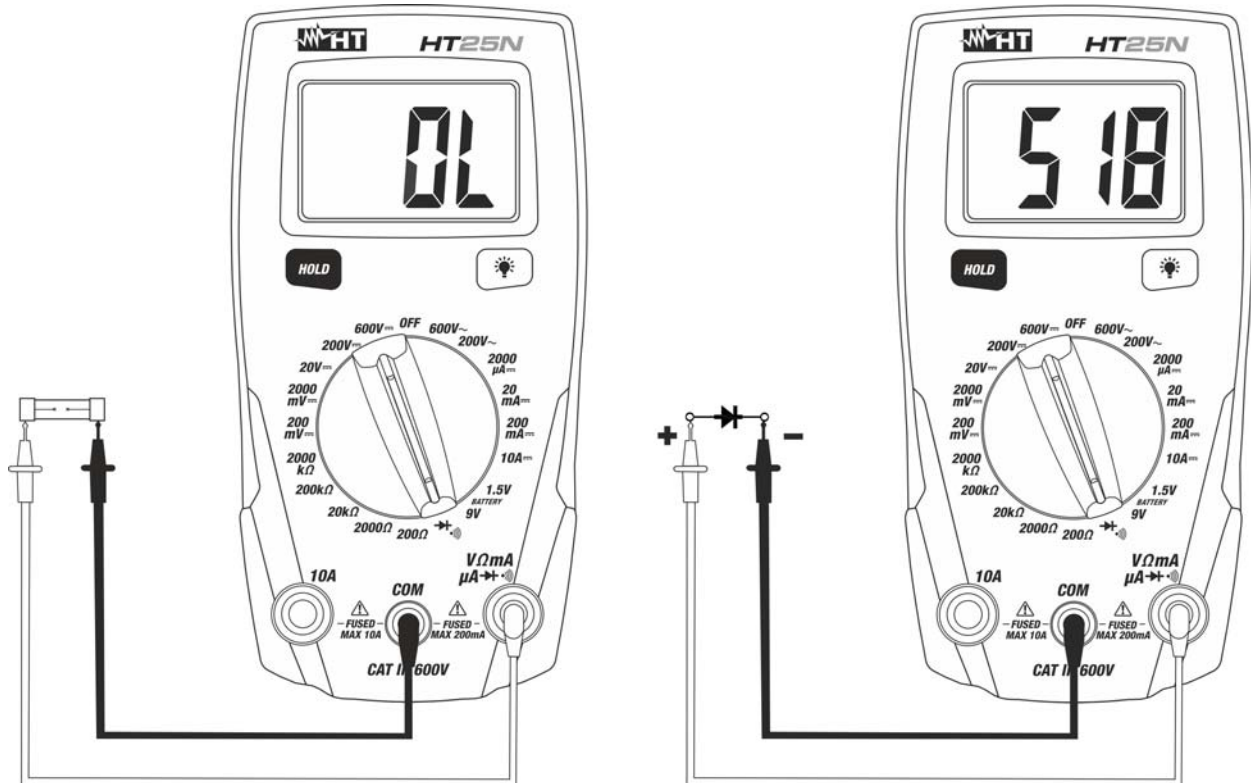

Fig. 6 : Utilisation de l'instrument pour le test de continuité et test des diodes
3. Positionner les embouts sur les points désirés du circuit sous test (voir la Fig. 6 – partie gauche)
5. Positionner les embouts aux extrémités de la diode sous test en respectant les polarités indiquées (voir la Fig. 6 – partie droite)
8. Si l'instrument affiche le message «**OL**» les bornes de la diode sont inversées par rapport à ce qui est indiqué dans Fig. 6 ou bien la jonction P-N de la diode est endommagée